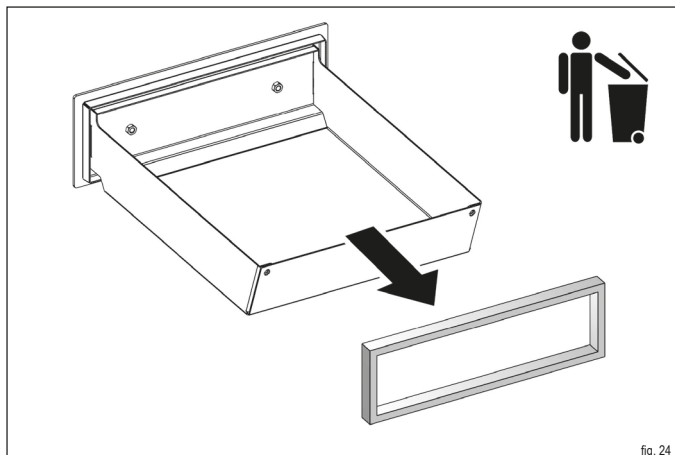

fig. 24
- ▶ Estrarre la vecchia guarnizione dalla guida e smaltirla tra i rifiuti (fig. 24).